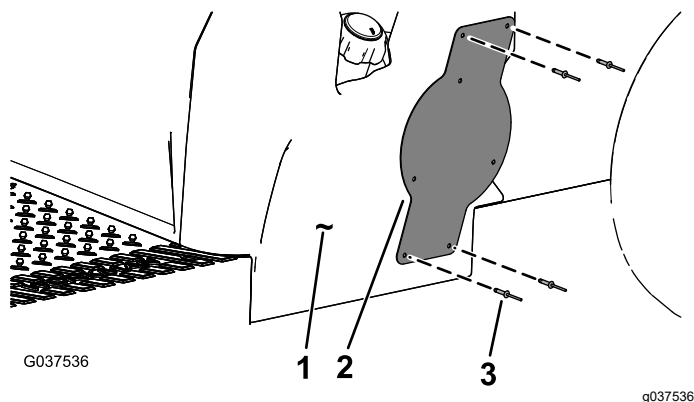

Figura 11
7. Instale o suporte de montagem da placa na lateral da base do banco utilizando quatro rebites cegos (3/16 x 5/16 pol.), como se mostra na Figura 11.